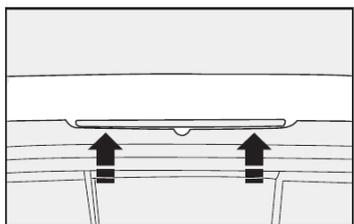

fig. 39
- 1) agindo pelo compartimento de carga, retirar os parafusos que fixam o conjunto **fig. 39**, conforme indicado;